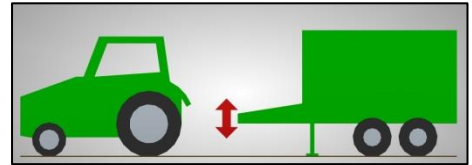

Bild 13: Deichselverstellung
- im abgekuppelten Zustand der Maschine die Deichselhöhe und somit die Höhe der Zugeinrichtung angepasst werden (Bild 13).